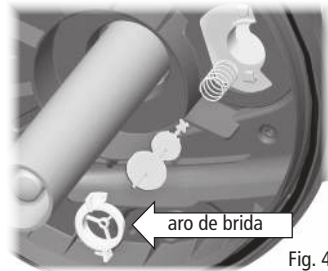

Fig. 4
7. Podrá acceder, entonces, a los filtros de esponja (M). Para extraerlos todos juntos, tome y levante la placa de soporte de la esponja filtrante interna (N).
8. Libere los filtros de esponja (M) de la placa de soporte de la esponja (N) y enjuáguelos con agua del estanque o reemplácelos, según sea necesario.
9. Enjuague los materiales filtrantes biológicos que se encuentran en la sección inferior de la caja del filtro (Q) con agua del estanque o reemplácelos, según sea necesario. El filtro Pressure-Flo 1000/3000 UVC no incluye una cámara para materiales filtrantes biológicos.
10. Limpie la caja del filtro (Q) con agua, especialmente alrededor del borde superior donde se apoya la junta tórica para sellar la tapa (P).
11. Si es necesario, limpie el indicador de limpieza (U) después de desmontarlo de la siguiente manera: (el selector de modo (V) debe colocarse en la posición "modo de filtración"): 1) para extraer el aro de brida, gírelo hacia la izquierda; 2) extraiga el indicador y su resorte. Enjuague todas las piezas y vuelva a ensamblarlas con cuidado (fig. 4 - fig. 5).
12. Examine y limpie las dos hojas de limpieza (L) y las varillas de guía. Si es necesario, reemplace las hojas con otras nuevas. Cada hoja se puede separar fácilmente de la varilla de guía al desenroscar el tornillo del medio.